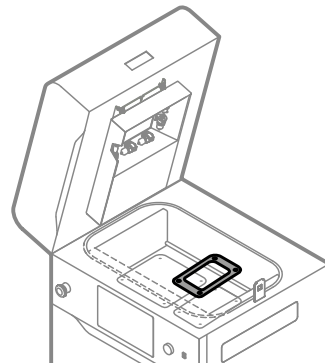

Abb. 12.23 Entferne die Abdeckung des Print Beds.
16. Entferne die Print Bed-Abdeckung. Du kannst den Metallspatel (von Dedicated Powder Tools) verwenden, um die Abdeckung aufzuhebeln und zu entfernen (Abb. 12.23).